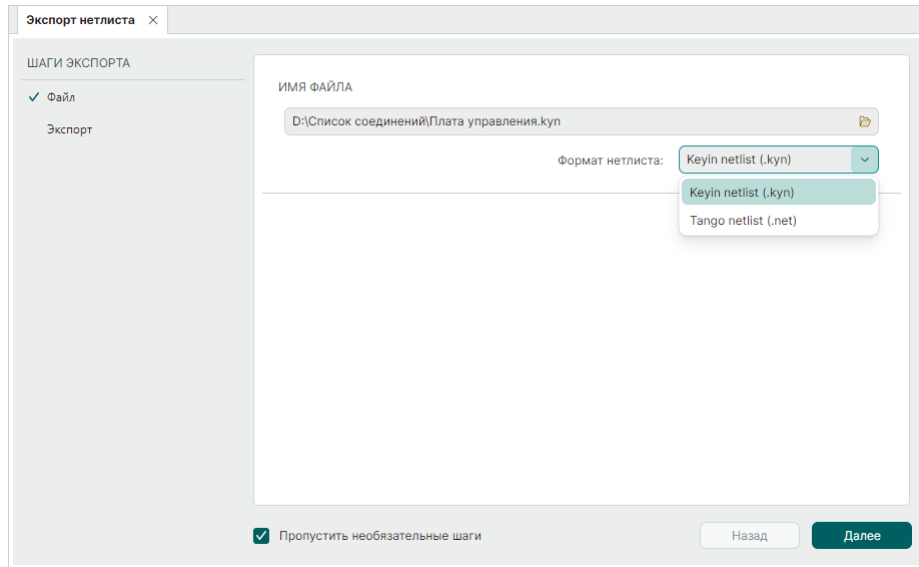

Рис. 78 Выбор формата
4. В поле «Формат нетлиста» из выпадающего списка выберите формат, см. Рис. 78. И нажмите «Далее».